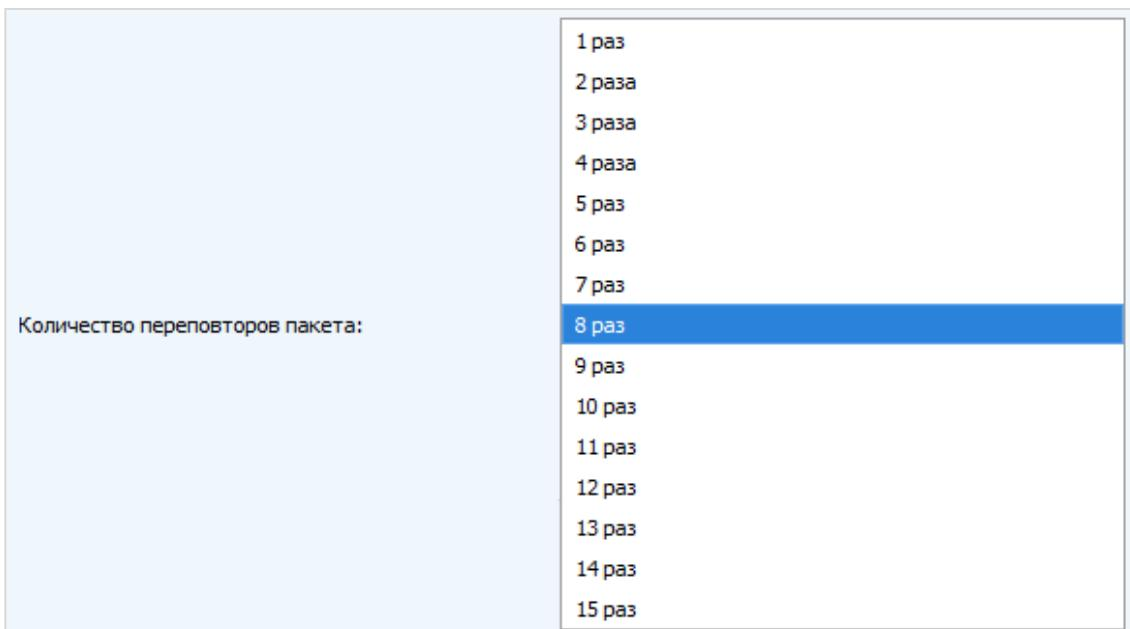

Рисунок 21 — Выбор количества переповторов отправлений пакета
3.5.2.7 «Количество переповторов пакета» (не отображается в режиме работы «Простой») – задаёт количество переповторов отправлений пакета данных (рис. 21). Если функция «Запрашивать подтверждение» отключена, то счетчик будет отправлять каждый пакетолько раз, сколько указано в данной настройке. Если функция «Запрашивать подтверждение» включена, то счетчик будет отправлять пакеты пока не получит подтверждение или пока не отправит столько пакетов, сколько указано в данной настройке.